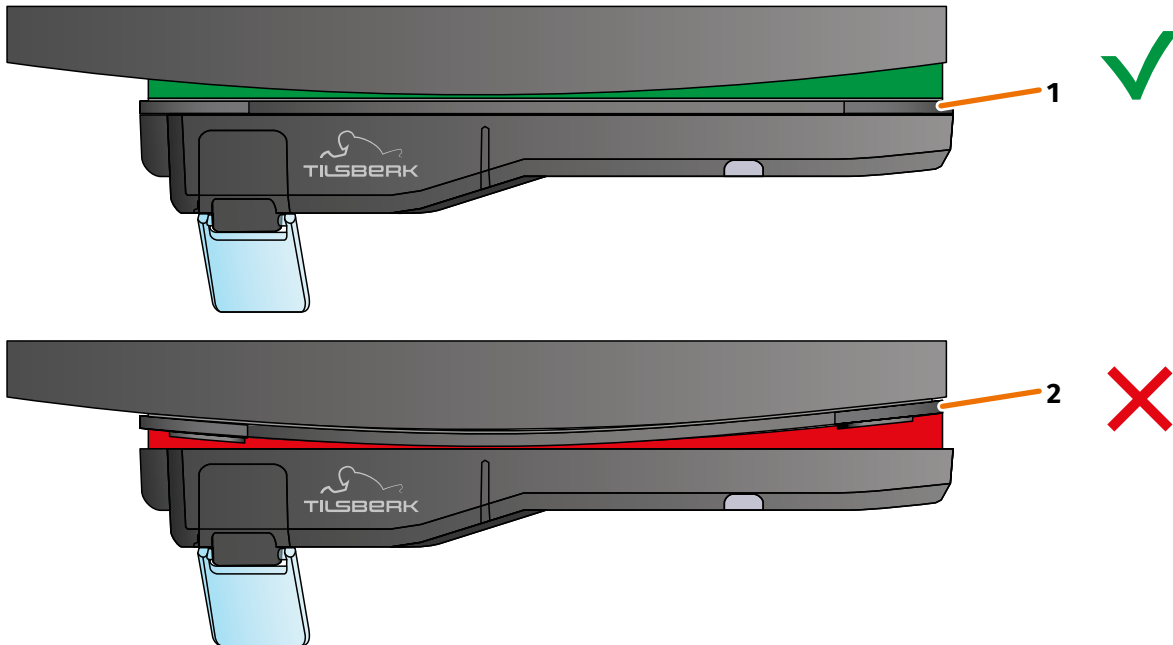

ABBILDUNG 14 // Beispiel: gerade und gekrümmte Montagefläche
10. Überprüfe, ob der Helmadapter korrekt am Helm anliegt. Befestige dafür das TILSBERK HUD Modul mit den Magneten am Helmadapter. Das TILSBERK HUD Modul muss vollständig am Helmadapter anliegen (ABBILDUNG 14/1). Zwischen TILSBERK HUD Modul und Helmadapter darf kein Spalt zu sehen sein (ABBILDUNG 14/2a). Eine Krümmung der Montagefläche kann durch Sugru ausgeglichen werden (ABBILDUNG 14/1a).
Eine leichte Krümmung der Montagefläche kann durch Sugru ausgeglichen werden. Wenn die Montagefläche stark gekrümmt ist und der Helmadapter nicht korrekt an der Montagefläche anliegt (ABBILDUNG 14/2), trage eine zusätzliche Schicht Sugru auf, um die Unebenheit auszugleichen.